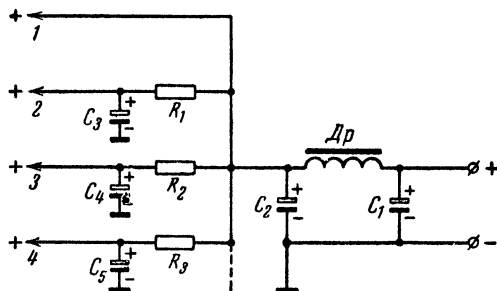

Рис. 9. Примерная схема фильтра и цепей развязки, число которых зависит от степени сложности схемы телевизора.
**Н.** — Мне кажется, дело осложняется тем, что телевизор много сложнее радиоприемника и поэтому содержит значительно больше фильтрующих и развязывающих ячеек в цепях питания (рис. 9). Не бесполезно их перечислить. Тут можно найти: 1) входной конденсатор фильтра; 2) выходной конденсатор фильтра, непосредственно к которому, мне кажется, присоединены цепи питания генераторов развертки; 3) конденсатор ячейки питания приемника сигналов звукового сопровождения; 4) конденсатор ячейки питания приемника сигналов звукового сопровождения; 5) большее или меньшее количество развязывающих ячеек в цепях видеоусилителя, амплитудного селектора, генераторов пилообразного напряжения, схемы регенерации мощности, смещения. Все ли я перечислил?